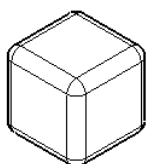

图 6-48
- Boundaries (边界): 表示倒圆的数学限制的细线, 如图 6-48 所示。